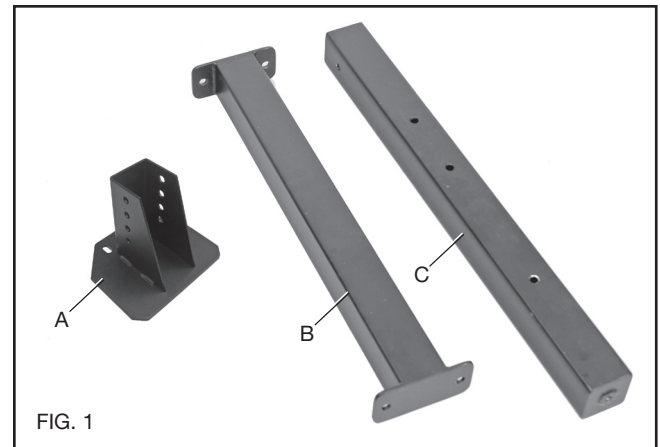
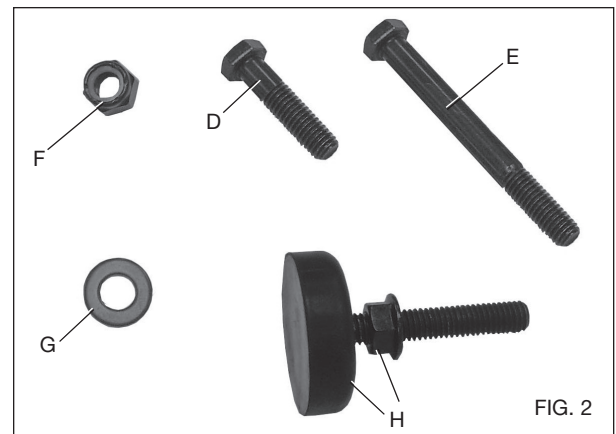

FIG. 1
FIG. 2
46-464 PARTS (FIG. 1, FIG. 2)
- Bolt center support leg (C) Fig. 5 to cross brace/tool holder (M) in bottom hole only (shown at (N)) using one 3/8-16 x 3-1/2" (89 mm) hex head bolt (E) Fig. 2, two 3/8 flat washers (G) Fig. 2 and one 3/8-16 nylock nut (F) Fig. 2.
- Attach extension brace (B) Figure 6 to center support leg (C) and cross brace / tool holder (M) in two top holes (P) as shown, using two 3/8-16 x 3-1/2" (89 mm) hex head bolts (E) Fig. 2, four 3/8
- flat washers (G) Fig. 2 and two 3/8-16 nylock nuts (F) Fig. 2.
- Attach right side leg assembly (K) Fig. 7 to the right side of extension brace (B) in two holes (Q) as shown using two 3/8-16 x 3-1/2" (89 mm) hex head bolts (E) Fig. 2, four 3/8 flat washers (G) Fig. 2 and two 3/8-16 nylock nuts (F) Fig. 2. Remember to orient leg as shown in Fig. 7.
- Attach lathe stand platform (A) Fig. 7 to center support leg using two 3/8-16 x 3-1/2" (89 mm) hex head bolts (E) Fig. 2, four 3/8 flat washers (G) Fig. 2 and two 3/8-16 nylock nuts (F) Fig. 2.
PIÈCES DE LA 46-464 (Fig. 1, Fig. 2)
1. Arrimez le pied de support central (C), fig. 5, à la barre transversale/porte-outils (M) par le trou inférieur seulement (illustré par N), à l'aide d'un boulon à tête hexagonale de 89 mm (3/8-16 x 3-1/2 po) (E), fig 2, deux rondelles plates de 3/8 (G), fig. 2, et un écrou nylock de 3/8-16 (F), fig. 2.
4. Rattachez la barre transversale de rallonge (B), fig. 6, au pied de support central (C) et à la barre transversale/porte-outils (M) par les deux trous supérieurs (P), comme illustré, à l'aide de deux boulons à tête hexagonale de 89 mm (3/8-16 x 3-1/2 po) (E), fig. 2, quatre rondelles plates de 3/8 (G), fig. 2, et deux écrous nylock de 3/8-16 (F), fig. 2.
6. Rattachez le dispositif du pied droit (K), fig. 7 sur l'extrémité droite de la barre transversale de rallonge (B) par deux trous (Q), comme illustré, à l'aide de deux boulons à tête hexagonale de 89 mm (3/8-16 x 3-1/2 po) (E), fig. 2, quatre rondelles plates de 3/8 (G), fig. 2, et deux écrous nylock de 3/8-16 (F), fig. 2. N'oubliez pas de bien orienter le pied comme illustré.
7. Rattachez la plateforme (A) du banc de tour, fig. 7, au pied de support central à l'aide de deux boulons à tête hexagonale de 89 mm (3/8-16 x 3-1/2 po) (E), fig. 2, quatre rondelles plates de 3/8 (G), fig. 2, et deux écrous nylock de 3/8-16 (F), fig. 2.